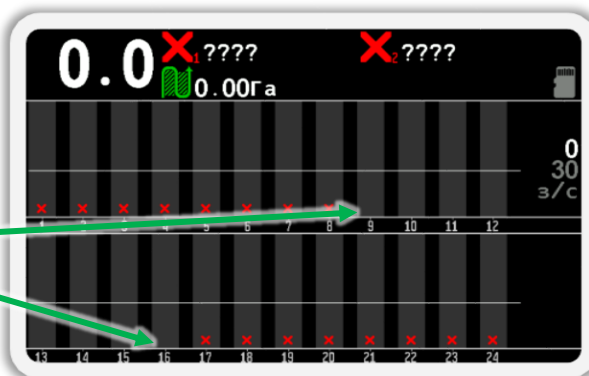

Рисунок 67
- Убедитесь, что настройки концентратора изменились на требуемые. Для этого физически отключите и подключите концентратор к жгуту связи. После этого вернитесь на главный экран (см. Рисунок 67). Для этого сначала выйдите из меню «Сервис», а затем закройте меню главного экрана. (используйте кнопку  «Назад»).